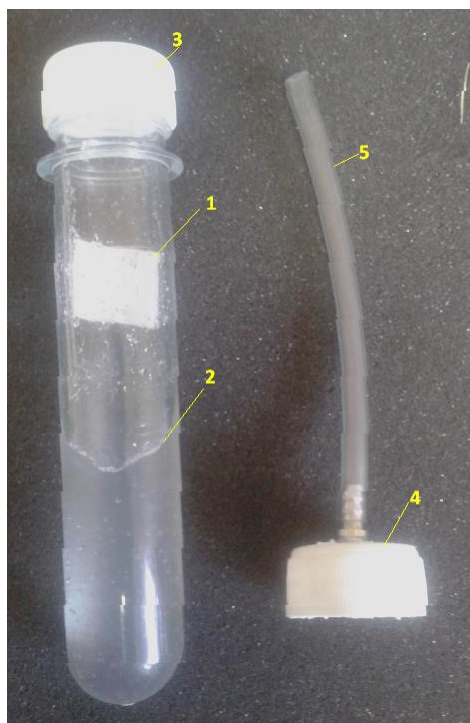

Рис. 1. Картридж для очистки ФИД
1.2. Картридж (рис. 1) представляет собой прозрачную цилиндрическую емкость 1, заполненную полимерной матрицей 2, содержащей активное (чистящее) вещество. Емкость 1 герметично закрыта крышкой 3.